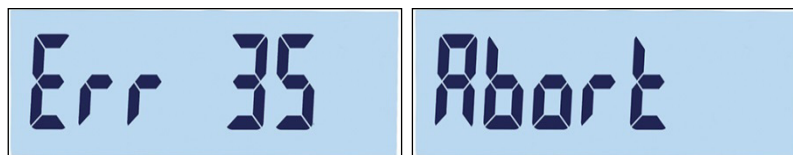

Figura 3-17: Messaggio di errore di taratura della linearità e messaggio di annullamento
- Se trascorsi 30 secondi la bilancia non risulta stabile, l'operazione verrà interrotta e sul display verrà visualizzato il codice di errore "Errore 35" (Figura 3-17, sinistra). Il messaggio verrà visualizzato per 2 secondi e poi il terminale tornerà all'ultima operazione. Per annullare l'operazione, ricaricare il peso o premere . Se la taratura viene annullata, verrà visualizzato brevemente "Abort" (Figura 3-17, destra), la taratura terminerà e verrà visualizzata nuovamente la schermata F1.3.3.
- Per interrompere l'operazione senza salvare i parametri precedenti, premere il pulsante di alimentazione  durante la taratura. Verrà visualizzato brevemente "Abort" (Figura 3-17, destra). La taratura è sospesa, i parametri precedenti non vengono salvati e il display torna alla schermata F1.3.3.